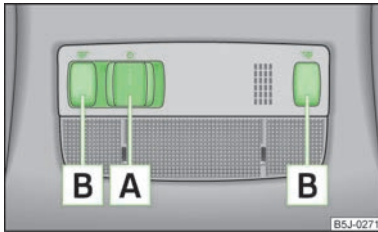

Abb. 25
- Den Schalter **A** » Abb. 25 zur Mitte der Leuchte drücken, es erscheint das Symbol  $\mathbb{A}$ .
- Den Schalter **A** » Abb. 25 zum Rand der Leuchte drücken, es erscheint das Symbol  $\mathbb{B}$ .
- Den Schalter **A** » Abb. 25 in die Mittelstellung **O** drücken.
- Den Schalter **B** » Abb. 25 drücken, um die rechte oder linke Leseleuchte ein- bzw. auszuschalten.